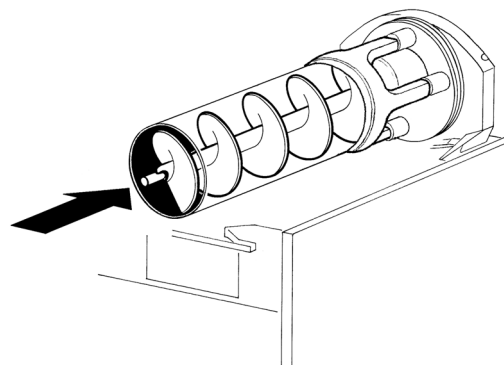

figura 13
- 5 Inserire l'elica interna nell'evaporatore facendo attenzione ad accompagnarla fino in fondo ed evitando di farle urtare la parete posteriore (vedere figura 13).